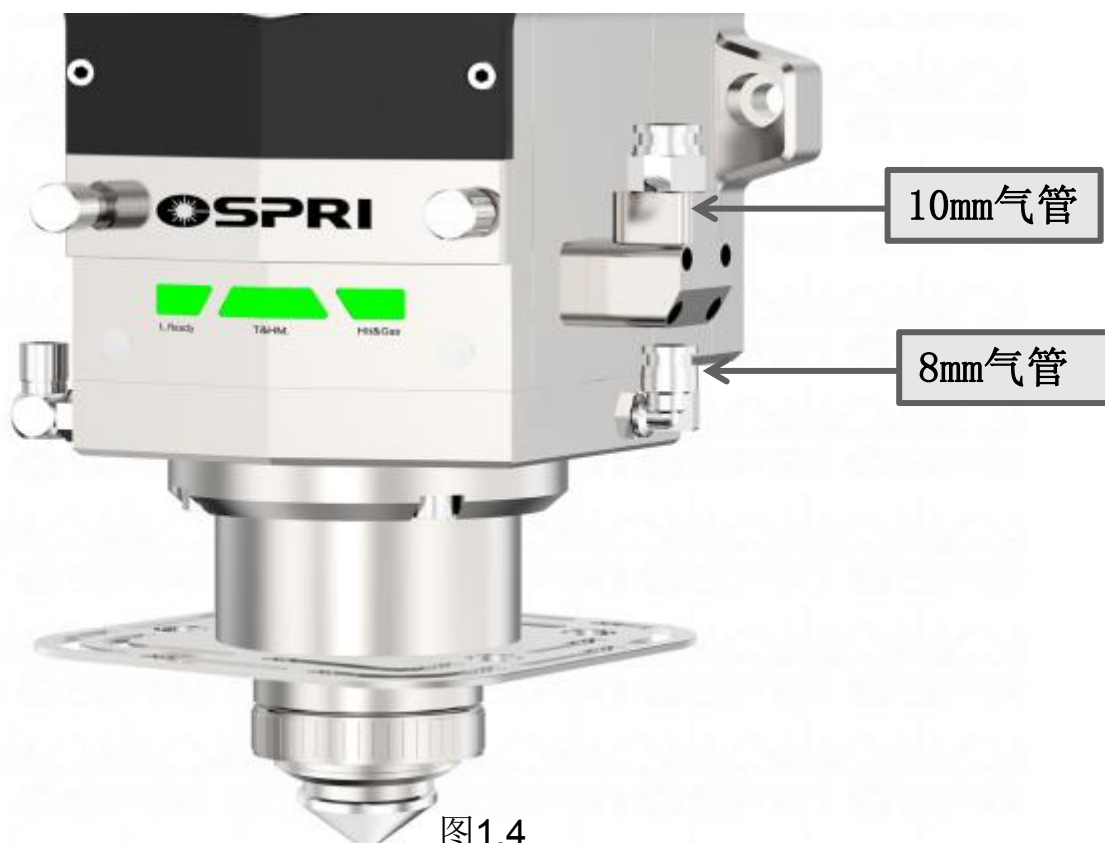

图1.4
① 输入口接10mm气管，如下图1.4所示，用于对接切割气体，输入压力 $<3.0\text{Mpa}$ 。
② 输入口接入8mm气管，如下图1.4所示，用于对接冷却气体，输入压力 $<0.6\text{Mpa}$ 。